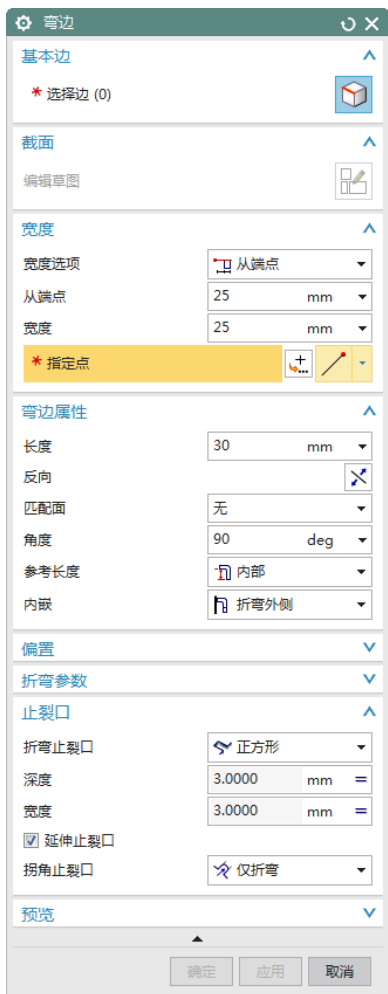

图 3-13 “弯边”对话框
(1) 选择“菜单(M)”→“插入(S)”→“折弯(N)”→“弯边(F)...”，或者单击“主页”选项卡“折弯”面组上“弯边”按钮, 打开如图 3-13 所示“弯边”对话框，设置“内嵌”类型为“折弯外侧”，“参考长度”选项为“内部”，宽度选项为“从端点”。